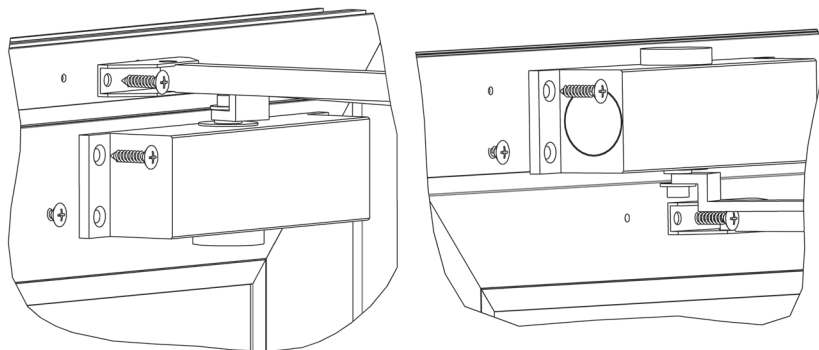

Рисунок 22
9.2. Установка доводчика (рисунок 22) производится в следующей последовательности: